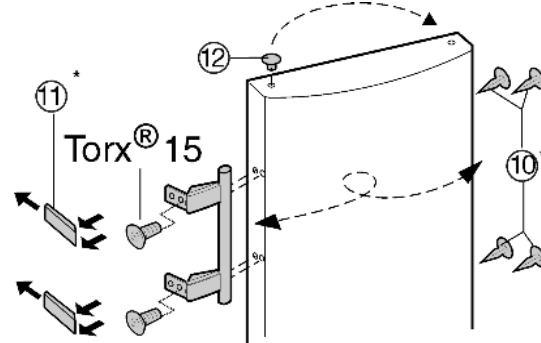

Fig. 9
- ▶ Извлеките пробку Fig. 9 (12) из опорной втулки дверцы и переставьте.
- ▶ Снимите и переставьте на противоположную сторону дверную ручку, пробку Fig. 9 (10) и прижимные пластины Fig. 9 (11).